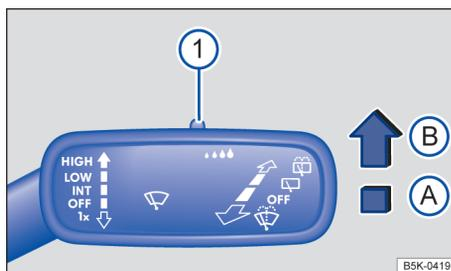

图 69 转向柱右侧：风窗刮水器操纵杆
将刮水器操纵杆拨至所需位置 → 图 69：
雨量/光线传感器的灵敏度可通过风窗刮水器操纵杆上的开关 → 图 69 ① 手动调节 → ▲。